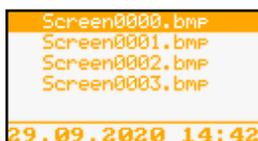

Рисунок 47 – Кадр пункта меню «ПРОСМОТР»
6.4.10.2 Пункт меню «ПРОСМОТР» (рисунок 47) предназначен для просмотра «снимков экрана». На microSD-card файлы записанных экранов расположены в папке «Screens».